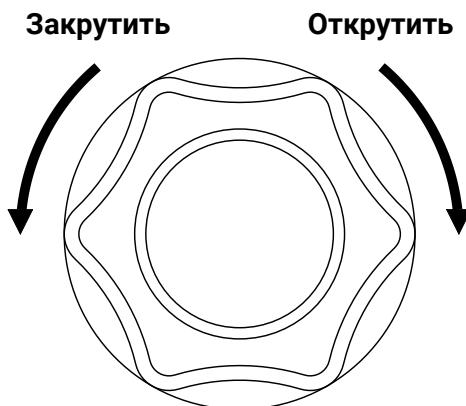

Рис. 13 – Зажимная гайка держателя катушки
- 2 Установить катушку с проволокой и затянуть гайку держателя катушки (Рис. 13);